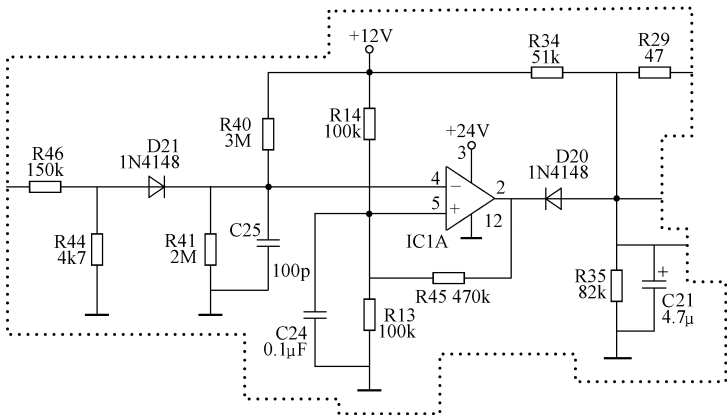

图 4-135 R14 相关电路截图
**维修笔记** R14 相关电路截图如图 4-135 所示。